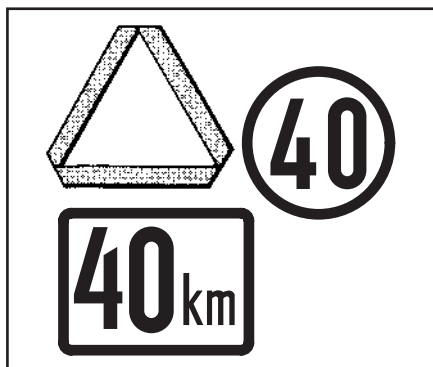

Abb. 2.22
- Sicherstellen, dass der Traktor und die eventuellen anderen Ausrüstungen mit dem Hinweissymbolen für langsame Fahrzeuge oder mit Rund-Um-Leuchte und Warnflaggen zur Kennzeichnung überstehender Teile ausgestattet sind, wenn dies vom Gesetz vorgeschrieben ist. (Abb. 2.22).